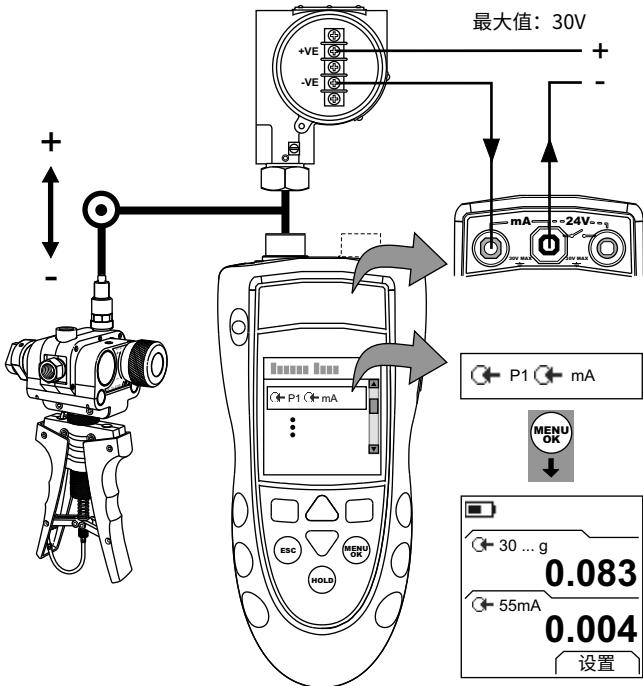
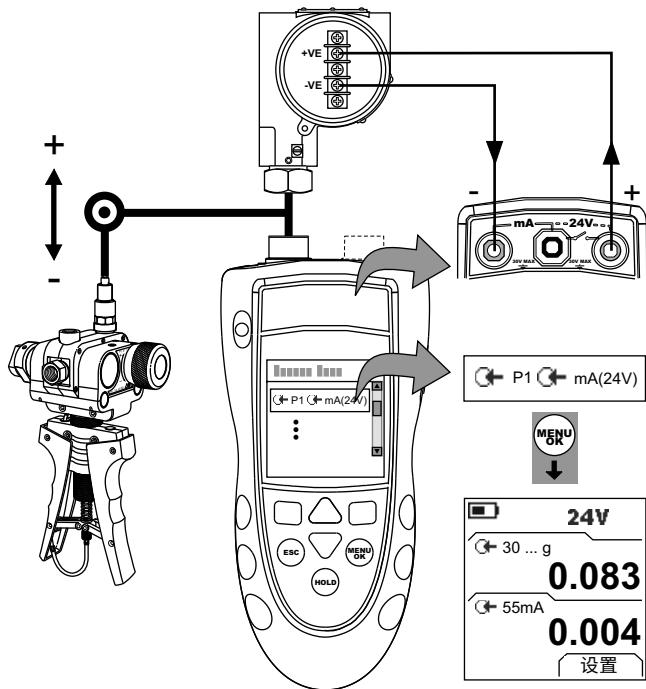

图 5：配置示例 — 带外部回路电源的变送器校准
图 6：配置示例 – 带内部回路电源的变送器校准
1. 连接仪表（图 5 或图 6），如有必要，调整设定（表 1）。